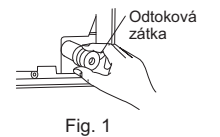

Fig. 1
- Spojte chladivové potrubie a odtokovú hadicu dokopy a potom od konca pevne aplikujte plstenú pásku (4).
- Vytiahnite odtokovú zátku na pravej zadnej strane interiérovej jednotky. (Fig. 1)